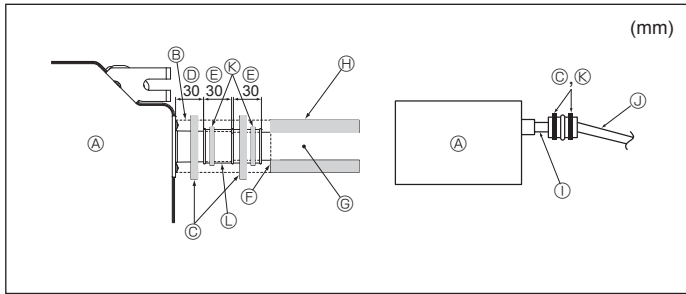

Fig. 3-5
1. Drenaj soketini (üniteyle birlikte verilmiştir) drenaj çıkışına bağlayın. (Fig. 3-5) (Boruyu PVC tutkallayarak tutturduktan sonra bantlayarak tespit edin.)